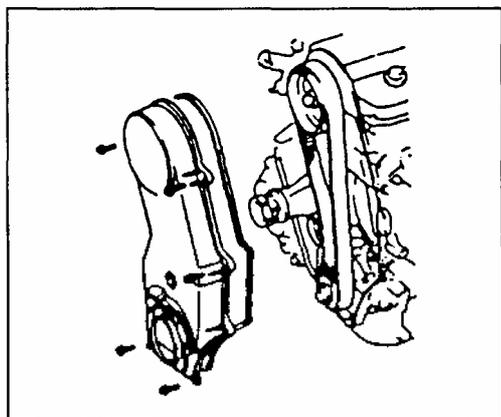

Рис. 94
- 9) Снимите ремень ГРМ и распредвал как описано ранее (Рис. 94).